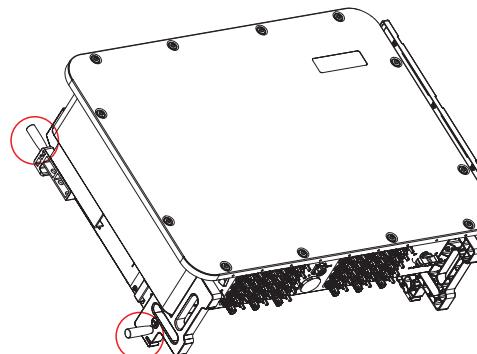

图3.4 逆变器手柄
2. 需要两个人从纸箱中取出逆变器。可以参考图示扶抬区将逆变器从纸箱中取出。 (参见图3.4)。